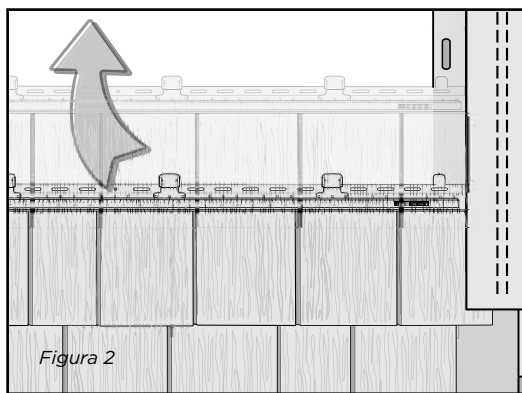

Figura 2
2. Comenzando por el lado derecho de la pared, enganche la pata de bloqueo inferior del panel en la tira de inicio y deslice el panel e introdúzcalo en la esquina o el canal receptor (Figura 2). Deje un espacio de 1/4" para la expansión entre el panel y la esquina. Si planea instalar el poste de esquina ingleteado, deje un espacio de 3" desde el panel hasta la esquina.